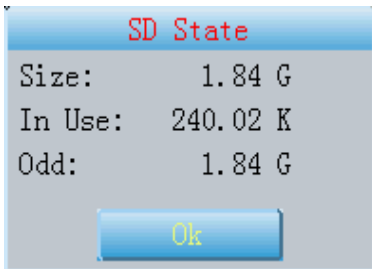

Fig. 13-2-3
- 2  Cliquer sur cette icône pour vérifier l'état de la carte SD, comme à la Fig.13-2-3.